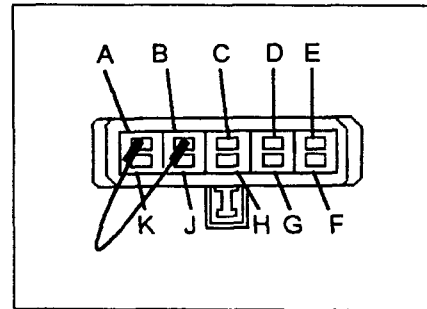

Рис. 35.3. 10-штырьковый диагностический разъем - для извлечения "мигающих" кодов соедините перемычкой клеммы А и В. Наблюдайте за сигнальной лампочкой
- 1 Соедините перемычкой гнезда А и В диагностического разъема (см. рис. 35.3).